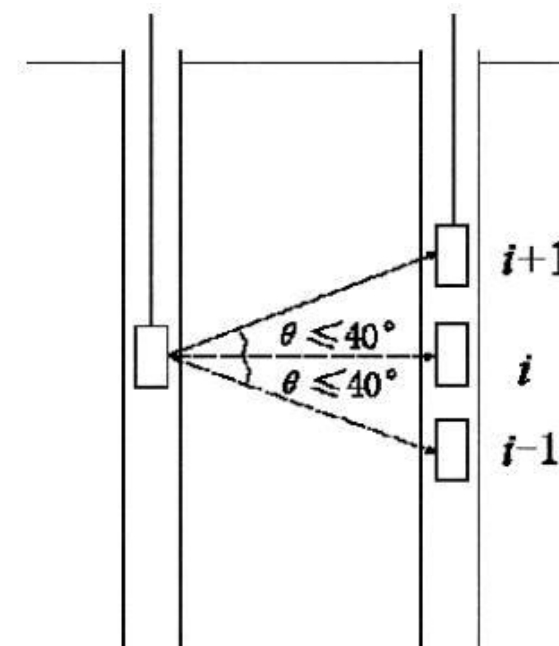

图 10.4.3 扇形扫测示意图
10.3.3 在桩身质量可疑的声测线附近，应采用增加声测线或采用扇形测（图 10.4.3）、交叉斜测、CT 影像技术等方式，进行复测和加密测试，确定缺陷的位置和空间分布范围，排除因声测管耦合不良等非桩身缺陷因素导致的异常声测线。采用扇形扫测时，两个换能器中点连线的水平夹角不应大于 40° 。